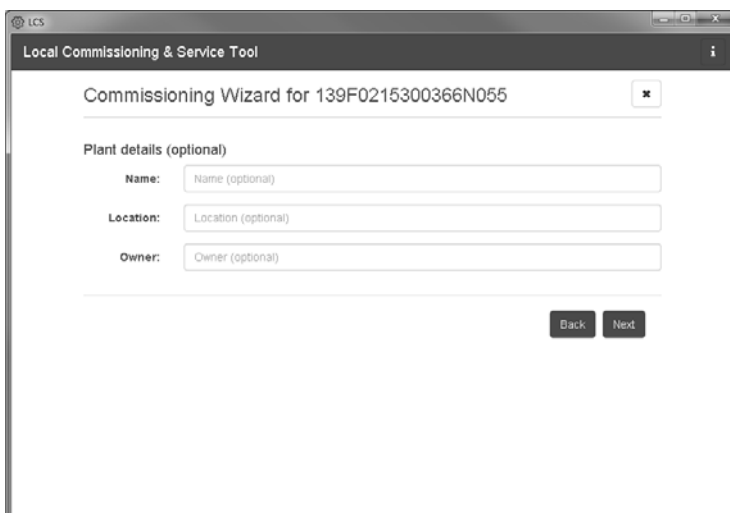

Figura 5.4 LCS-Tool - Dettagli dell'impianto
5. A scelta è possibile assegnare un nome, un'ubicazione e un proprietario di Inverter Manager. V. figura 5.4.